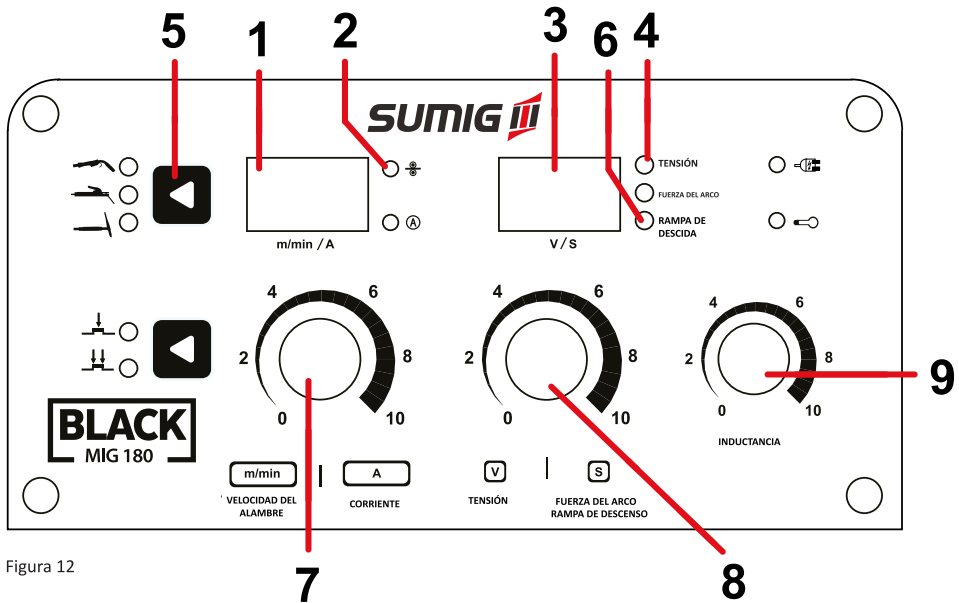

Figura 12
La *figura 12*, muestra los recursos usados en el modo MIG/MAG.
2. Presione la llave de selección de proceso (**posición 5, figura 12**) y seleccione MIG;
3. Ajuste la velocidad del alambre a través del botón parámetros E (**posición 7, figura 12**);
4. Ajuste la tensión de soldadura con el mando de los parámetros D (*posición 8, figura 12*);